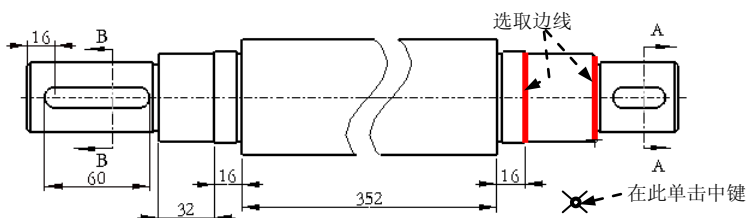
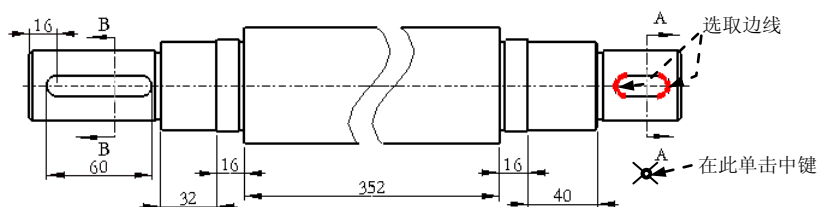
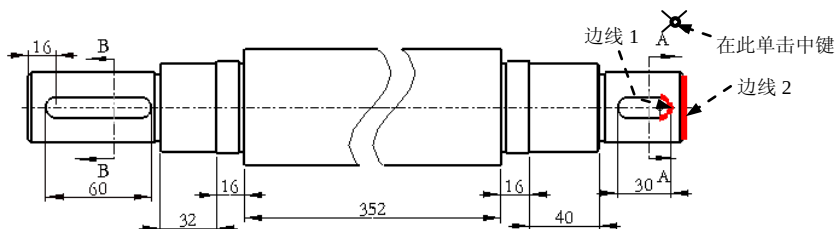
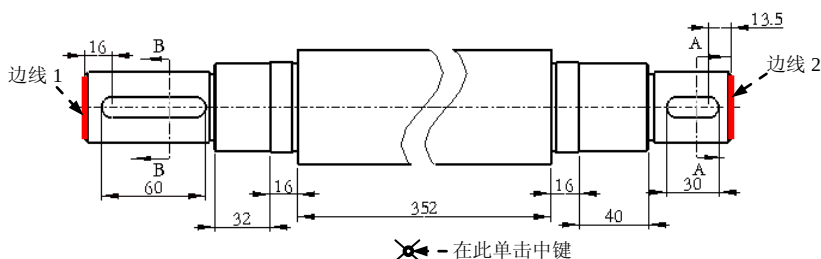

图 5.9.12 定义尺寸标注的参照 (五)
图 5.9.13 定义尺寸标注的参照 (六)
图 5.9.14 定义尺寸标注的参照 (七)
图 5.9.15 定义尺寸标注的参照 (八)
单击中键，结果如图 5.9.12 所示。
(3) 添加尺寸 (三)。分别选取图 5.9.12 所示的两条边线，然后在图 5.9.12 所示的位置单击中键，结果如图 5.9.13 所示。
(4) 添加尺寸 (四)。在 **ATTACH TYPE (依附类型)** 菜单中选择 **Midpoint (中点)** 命令，分别选取图 5.9.13 所示的两条边线，然后在图 5.9.13 所示的位置单击中键，在弹出的 **DIM ORIENT (尺寸方向)** 菜单中选择 **Horizontal (水平)** 命令，结果如图 5.9.14 所示。
(5) 添加尺寸 (五)。在 **ATTACH TYPE (依附类型)** 菜单中选择 **Center (中心)** 命令，再选取图 5.9.14 所示的边线 1，在菜单中选择 **On Entity (图元上)** 命令，然后选取图 5.9.14 所示的边线 2，在图 5.9.14 所示的位置单击中键，结果如图 5.9.15 所示。
(6) 添加尺寸 (六)。分别选取图 5.9.15 所示的边线 1 和边线 2，然后在图 5.9.15 所示